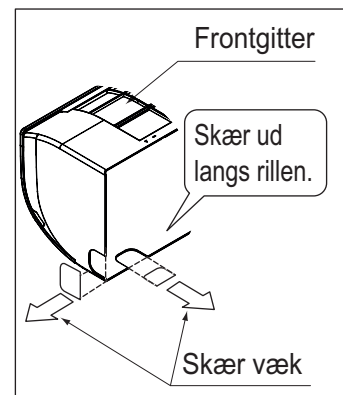

Fig. 4
- Hvis montageskruerne anvendes til installationspladen (2), fastgør med mindst 4 skruer på hver side (i alt 8 skruer (klasse 15-32), 9 skruer (klasse 40-63)) af den anbefalede klemmeinstallationsposition på den medfølgende papirskabelon til installation (3).
(3) Udskær et hul til rørføringen i frontgitteret, hvis du anvender rørføring til venstre, for neden til venstre, til højre eller for neden til højre. (Se fig. 4)